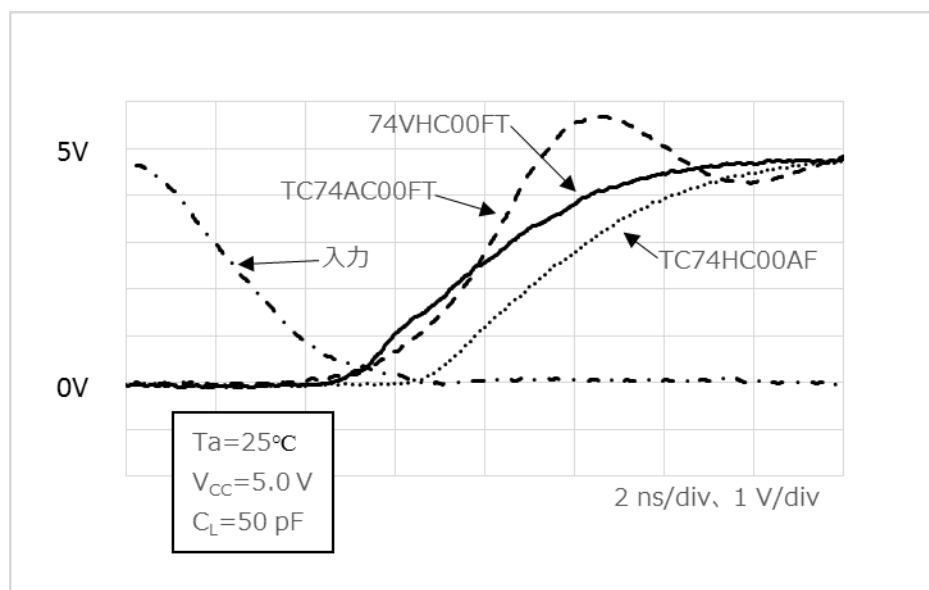

図 1.5 入出力応答波形
5.0 V 系の各シリーズの入出力応答波形を図 1.5 に示します。